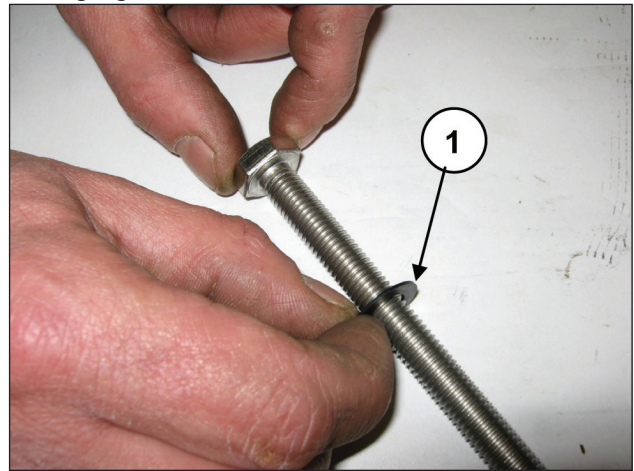

Abb. 181
Setzen Sie die Unterlegscheibe  $\text{Ø}10 \times 18 \times 0,9$  auf die Befestigungsschraube des Kolbens (Pos. ①, Abb. 181).